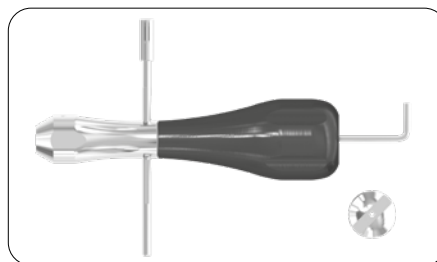
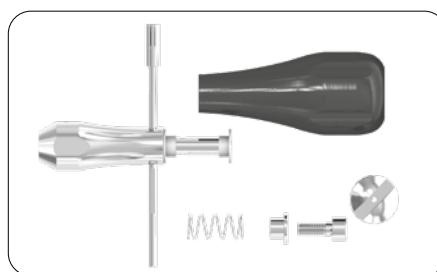

Fig. 5
Fig. 6
Asportare la sottostante vite cilindrica con la tomas®-screwdriver key 3.0 (chiave a brugola 3,0) (Fig. 5) e scomporre il tomas®-screwdriver nei suoi vari componenti (Fig. 6). Dopo la sua pulitura, il tomas®-screwdriver viene completamente rimontato seguendo gli stessi passaggi, ma in senso contrario e preparato per la sterilizzazione. Vedi anche punto 11.